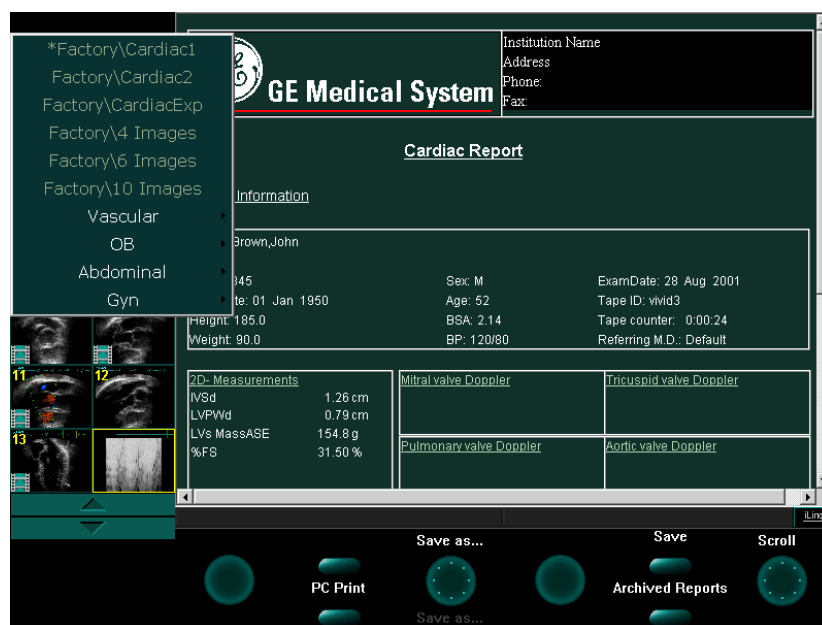

Abbildung 9-2: Das Menü Alternative Reportschablonen
- Links von der Bezeichnung der aktuell ausgewählten Schablone wird ein Stern angezeigt, wie in Abbildung 9-2 dargestellt.
2. Steuern Sie mit dem TRACKBALL auf dem Bildschirm den Report an und drücken Sie auf dem Bedienfeld die Taste **Menü**. Daraufhin wird auf dem Clipboard die Liste der alternativen Reportschablonen angezeigt, wie in Abbildung 9-2 dargestellt.